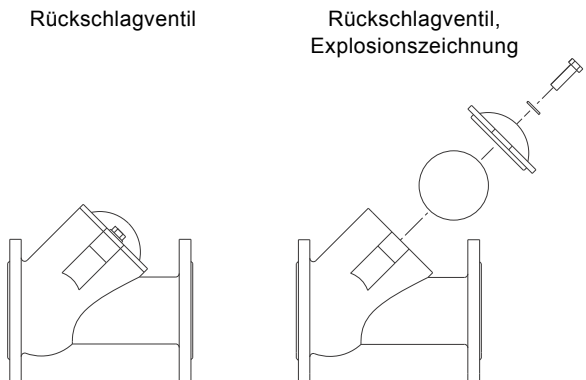

Abb. 37 Rückschlagventil
3. Die beiden Schrauben auf der Abdeckung des Rückschlagventils lösen und entfernen. Siehe Abb. 37.